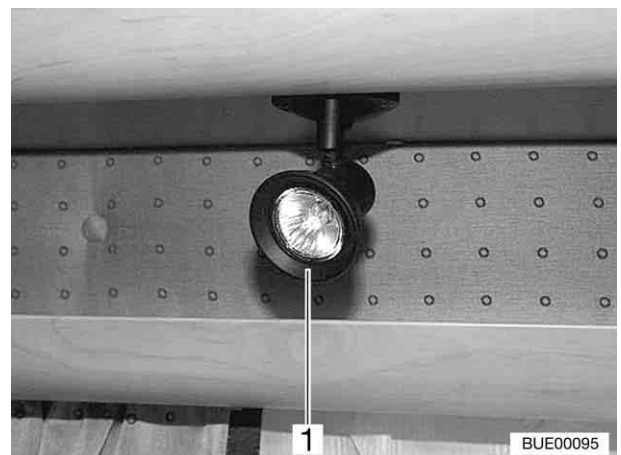

Fig. 189 Spot halogène (variante 3)
- Tourner la bague extérieure (Fig. 189,1) vers la gauche jusqu'à ce qu'elle se détache du boîtier.